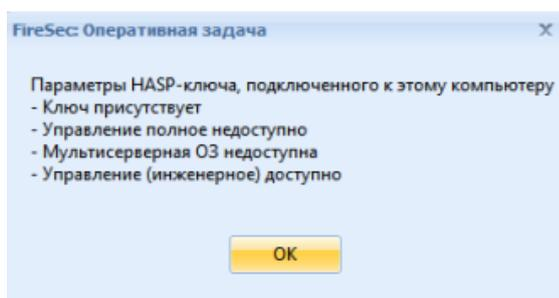

Рис. 4 Окно Параметры HASP
- **Показать параметры HASP**, позволяет вызвать диалоговое окно, содержащее параметры HASP-ключа, подключенного к компьютеру (Рис. 4). Программа автоматически считывает параметры HASP ключа каждые 10 минут.
- **Отчеты**, позволяет вызвать диалоговое окно "Отчеты", в котором можно выбрать тип отчета, а также действие с ним (Печать, Обновить, Просмотр) (Рис. 4а).
Рис. 4а Диалоговое окно Отчеты